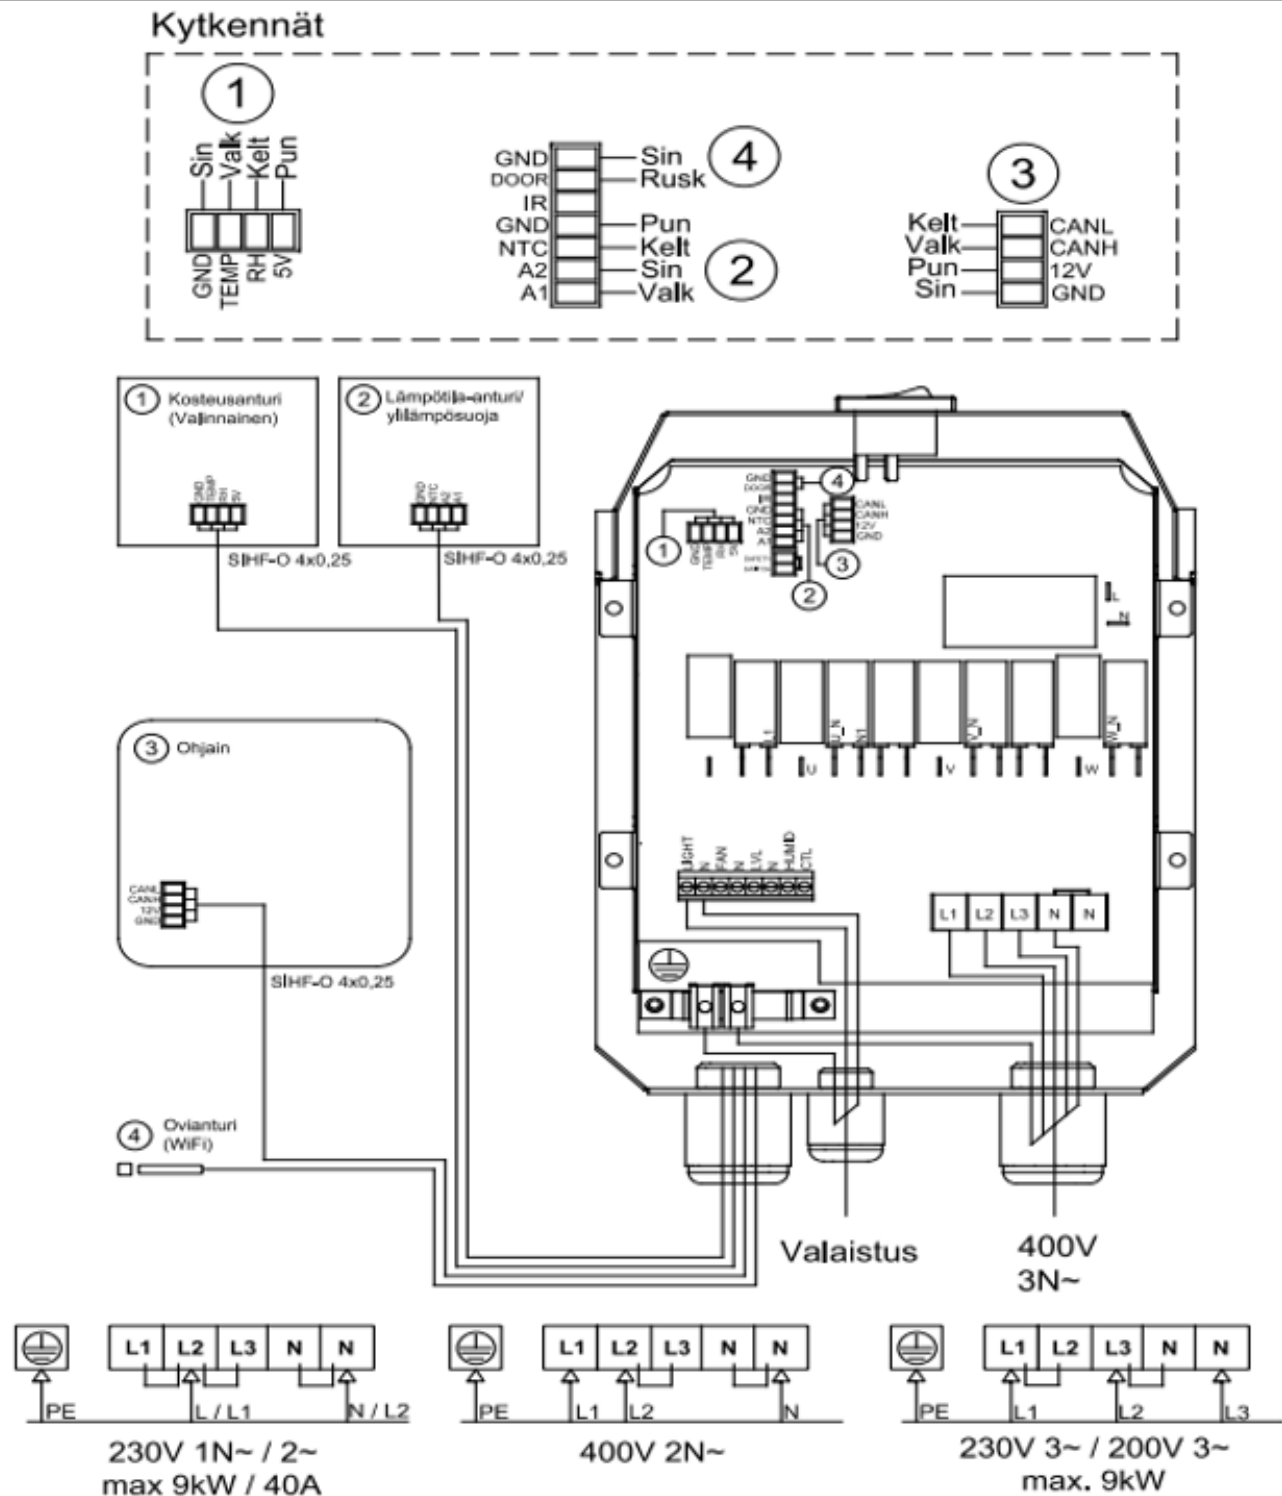

Рисунок 2. Схема підключення
6. Після встановлення та підключення компонентів системи керування можна підключити кабель живлення до обігрівача сауни відповідно до схеми підключення (Рисунок 2). Кабель живлення – це гумовий кабель типу H07RN F або еквівалентний. Поперечний переріз кабелю та розмір запобіжника наведено в Таблиці 3. Роз'єм плати CTL може використовуватися для керування електричним опаленням приміщення. Коли обігрівач сауни вмикається з контролера, на роз'єм CTL подається напруга 230 В. Цей роз'єм подає керуючу напругу на контактори електричного центру приміщення. Керуючу напругу можна використовувати для вимкнення електричного опалення під час використання сауни. Кабель живлення обігрівача сауни повинен бути 7-контактним типу H07RN F або еквівалентним гумовим кабелем, якщо використовуватиметься система керування електричним опаленням приміщення (CTL).